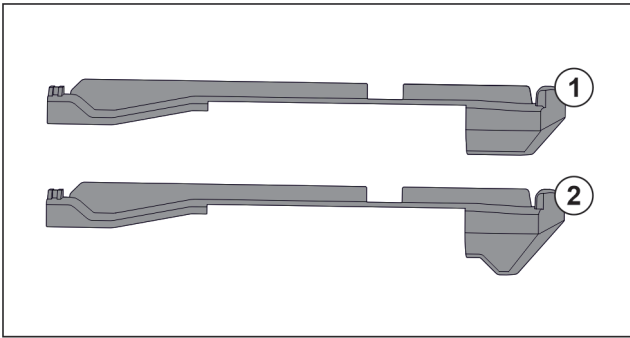

Fig. 31 Comparación de las piezas de acoplamiento
En el aparato hay dos piezas de acoplamiento distintas. La pieza de acoplamiento situada por encima del cajón inferior Fig. 31 (2) tiene un borde triangular. Todas las demás piezas de acoplamiento Fig. 31 (1) tienen un borde recto.
- ▶ Coloque la pieza de acoplamiento Fig. 31 (2) con borde triangular sobre el cajón inferior.
- ▶ Coloque las piezas de acoplamiento Fig. 31 (1) con borde recto en todas las demás posiciones.